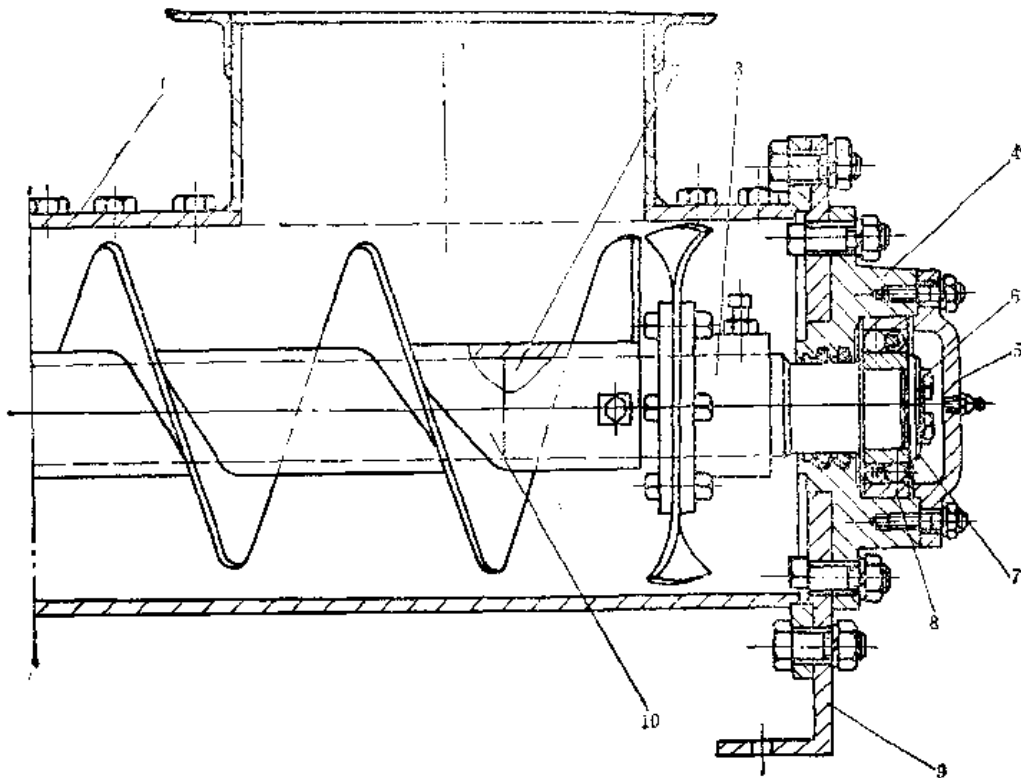

图8-6-4 螺旋尾部
④ 拆下螺旋尾部(图8-6-4)端盖和轴头挡盖，向里抽出螺旋轴，拆下轴承。
③ 更换尾部轴承、密封圈，注意拆装时切勿损坏轴端的挡盖螺纹（见图8-6-4）。
④ 在螺旋段和螺旋轴的更换修理和联接过程中，注意长度的调整，以确保各部轴承不受强制的外力，使其传动平稳。
⑤ U形槽体部分损坏可采取局部焊补修复。对局部变形可进行校正，修理后各部法兰边缘必须保持平整，以保证装配后的密封可靠，一般在盖板法兰与U形槽法兰间夹以厚度为3~5mm的毛毡或软橡胶条。